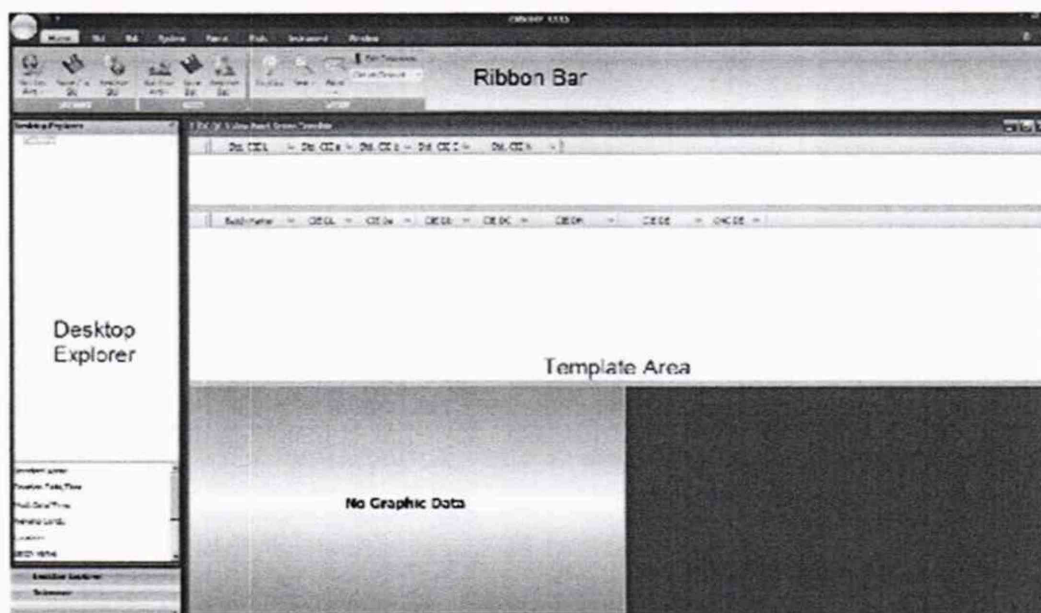

Рисунок 1
8.2.2 Для просмотра идентификационных данных программного обеспечения спектрофотометров необходимо запустить программное обеспечение, кликнув два раза на ярлык  на рабочем столе компьютера. Откроется основное окно программы (см. рисунок 1).
8.2.3 В главном окне программы «Datacolor TOOLS» (см. рисунок 1) зайти во вкладку «Forms» (см. рисунок 2) и затем нажать на раздел «About». После этого в главном окне программы отобразится наименование и номер версии программного обеспечения (см. рисунок 3).
8.3.1 Открыть основное окно ПО (см. рисунок 1).